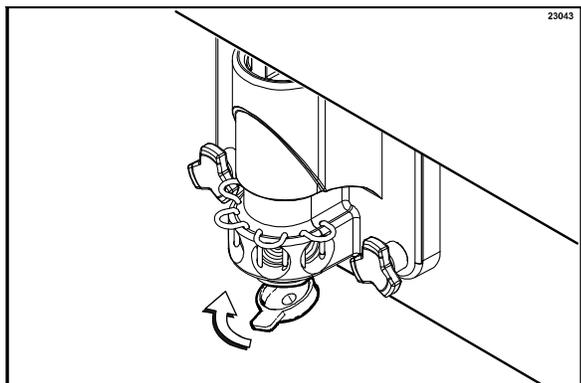

図126
16. ノズルキャップをドアスパウトの先端に付け、シロップバルブリテーナーピンを付けます(図126を参照)。